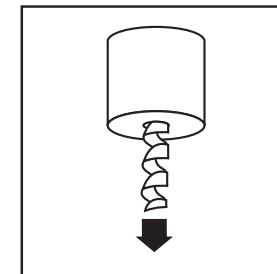

Fig. 9
2. Remove the core from the product. **Fig. 9.**
2. Saque el tubo del producto. **Véase la Fig. 9.**
2. Retirer le noyau du produit. **Voir fig. 9.**